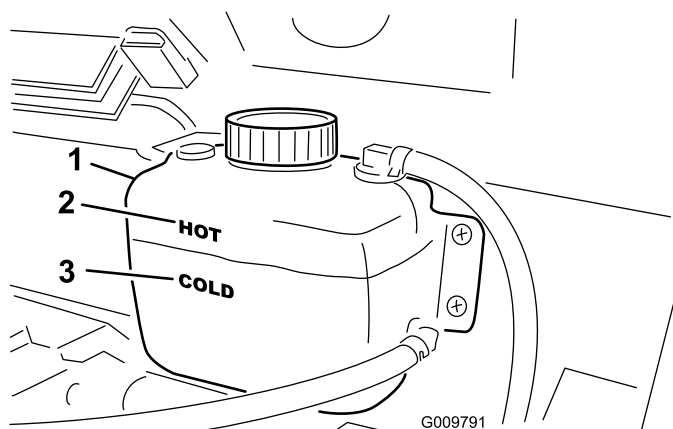

Figure 18
2. Vérifiez le niveau du liquide de refroidissement sur le côté du vase d'expansion (Figure 18). Le liquide de refroidissement doit atteindre le repère "Cold" (froid) quand le moteur est froid.